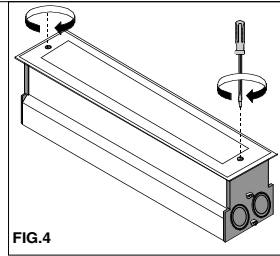
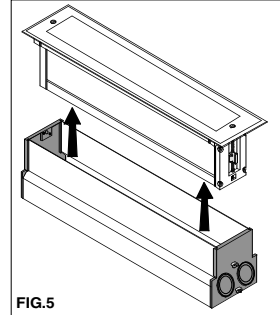

FIG.4
FIG.5
- Separare l'apparecchio dalla cassaforma allentando le viti di fissaggio della cornice in acciaio inox (**attenzione:** piastra e corpo sono inseparabili FIG.4-FIG.5)
- Separate the fitting from the housing loosening the fixing screws of the Inox frame (attention: frame and body can be divided FIG.4 – FIG.5)
- Séparer l'appareil du boîtier en dévissant les vis de fixation du cadre en inox (attention: cadre et corps sont séparés) FIG.4 – FIG.5
- Die Befestigungsschrauben des Stahlrahmens lockern und die Leuchte vom Gehäuse unzertrennlich (**achtung:** Rahmen und Koerper sind trennbar BILD 4-BILD 5)